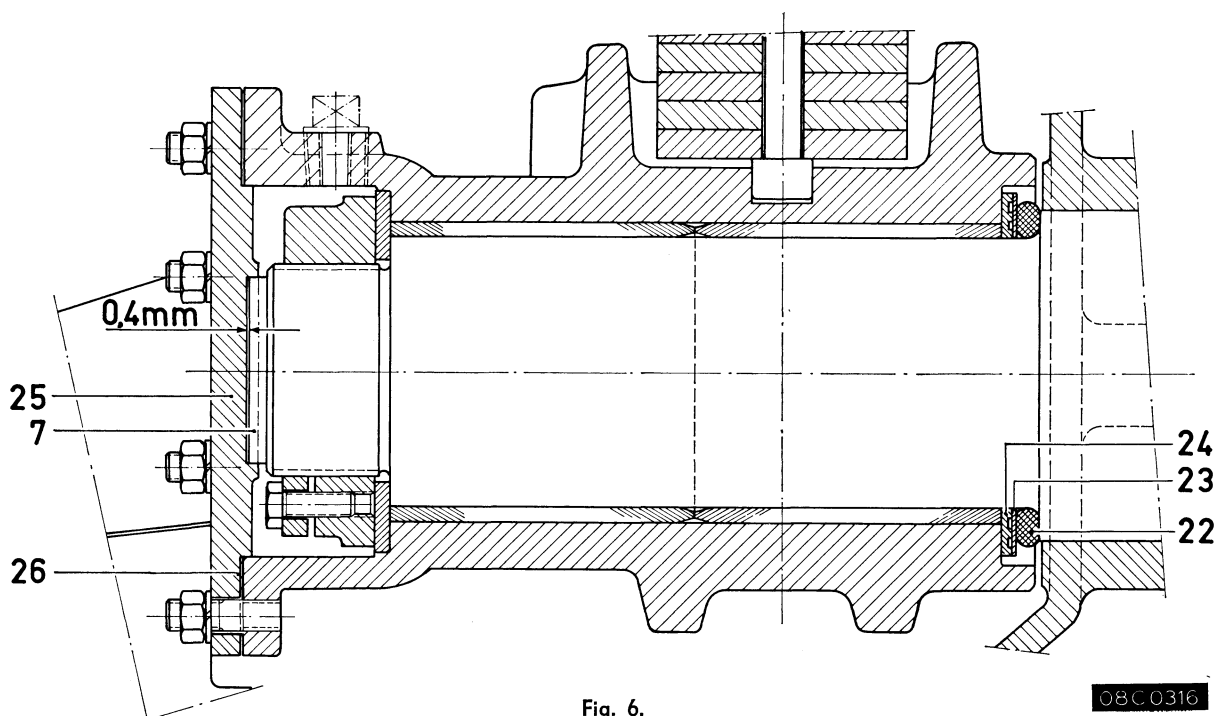

Fig. 6.
4. Monteer de drukring, de asmoer en zijn borgbout en bevestig daarna de spijkervanger met een pakking van de juiste dikte (fig. 6).